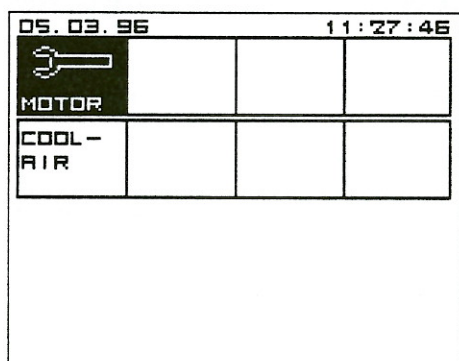

Abb. 18. Motorkühlung 1
- 2) Drücken Sie zweimal den P-Knopf und wählen Sie A2 (Abb. 18).